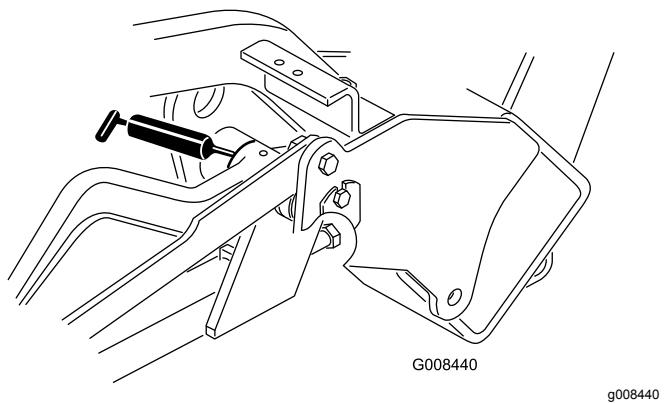

Figure 30
- Bras de levage (3) (Figure 30).